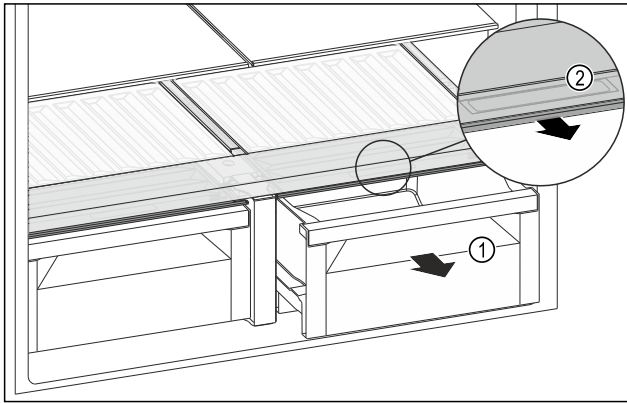

Fig. 129
- ▶ Schubfach Fig. 129 (1) herausziehen.
- ▶ Griffmulde Fig. 129 (2) am Fachdeckel anfassen und Fachdeckel gleichzeitig nach vorne ziehen.